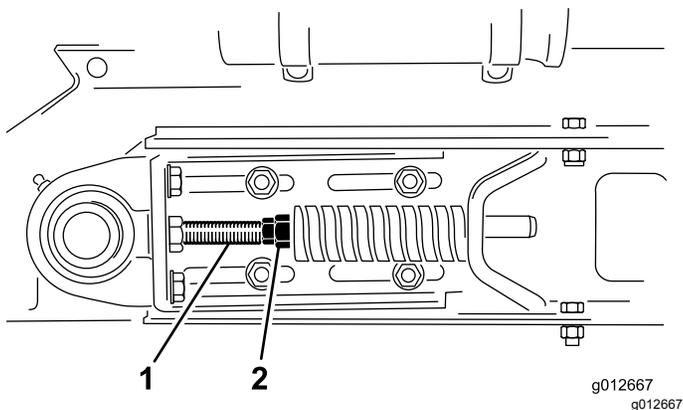

图 30
- 1. 拧松张力杆上的前、后锁紧螺母以放松弹簧的张紧力图 30。